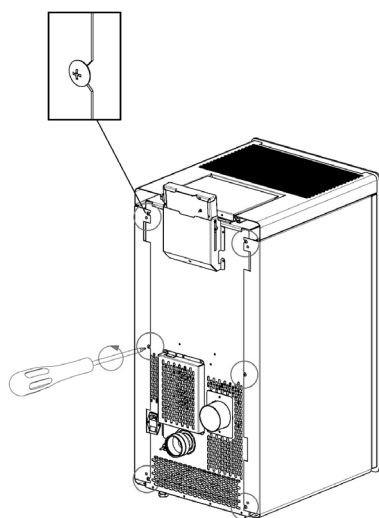

Fig. 70 - Afrouxar os parafusos
- Soltar os 4 parafusos posteriores (consultar **Fig. 70**).
- Soltar os 6 parafusos posteriores (consultar **Fig. 70**).